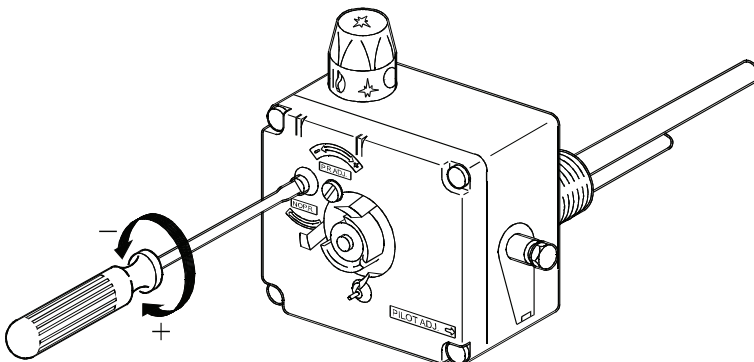

Abbildung 9 - Umrüstung auf anderes Gas
- Setzen Sie die Drucksteuerung auf dem Gassteuerblock außer Betrieb. Entfernen Sie dazu den Temperatursteuerknopf, indem Sie ihn nach vorn zu ziehen. Entfernen Sie dann die rote Kunststoffabdeckkappe, die nun sichtbar wird. Drehen Sie die Schraube "no pr" (no pressure regulation) vollständig hinein (siehe Abbildung 9).
- Setzen Sie die Drucksteuerung auf dem Gassteuerblock in Betrieb. Entfernen Sie dazu den Temperaturreglerknopf, indem Sie ihn nach vorn zu ziehen. Entfernen Sie dann die rote Kunststoffabdeckkappe, die nun sichtbar wird. Drehen Sie die Schraube "no pr" (no pressure regulation) vollständig hinaus (siehe Abbildung 9).